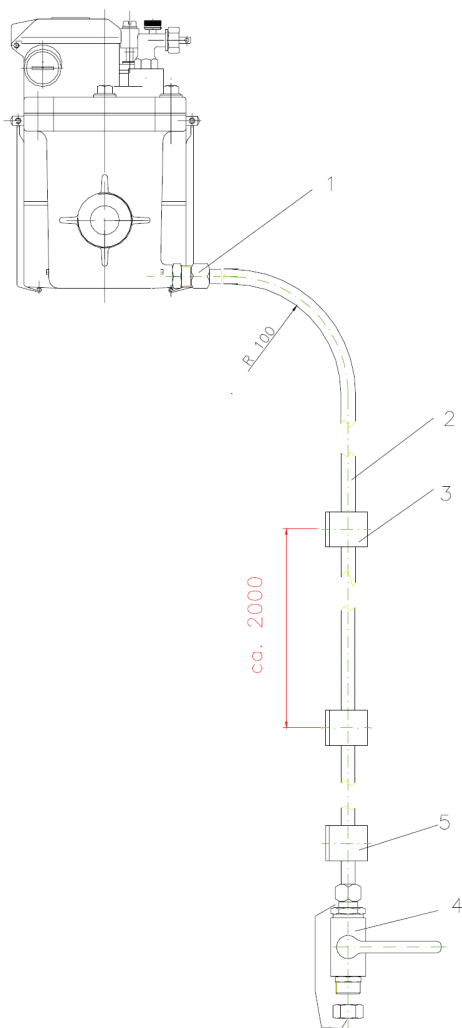
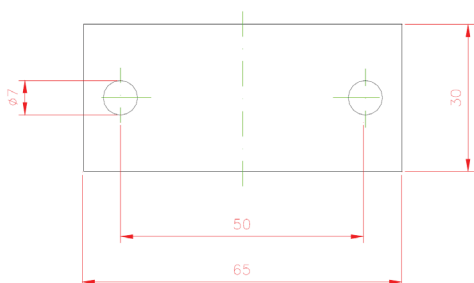

Bild 1 - Aufbau Ölentnahmegesetz ZG 6.1.
Bild 2 - Bohrbild für Rohrschelle
Anstelle der Ölablassschraube M12x1,5 wird ein Doppelnippel (**Bild 1/ Nummer 1**) an das Buchholzrelais angeschraubt. Die daran zu befestigende Rohrleitung (**Bild 1/2**) wird zum Ölablasshahn (**Bild 1/4**) geführt, der an geeigneter Stelle durch den Nutzer an den Transformator anzubringen ist. Die Rohrleitung ist zweckmäßigerweise im Abstand von ca. 2 m mittels mitgelieferter Rohrschellen (**Bild 1/3**) zu befestigen. Die untere Rohrschelle (**Bild 1/5**) ist im minimalen Abstand zum vormontierten Ölablasshahn zu setzen.
- Einschrauben des Doppelnippels (**Bild 2/1**) mit Rundring 12x2 als Dichtelement.
- Ausrollen und biegen der mitgelieferten Kupferrohrleitung (**Bild 2/2**) entsprechend den örtlichen Gegebenheiten, wobei für „waagerechte“ Abschnitte ein Gefälle von min. 15° vorzusehen ist.
- Herstellen der Verbindung Rohrleitung (**Bild 2/2**) zum Doppelnippel (**Bild 2/1**):
- Rohr mittels Rohrschelle an Transformator gemäß **Bild 1** befestigen. In **Bild 2** ist das Bohrbild für die Rohrschelle dargestellt.
Die untere Rohrschelle ist gemäß **Bild 1** zur Sicherung der Stabilität des Ölentnahmegerätes zu setzen.